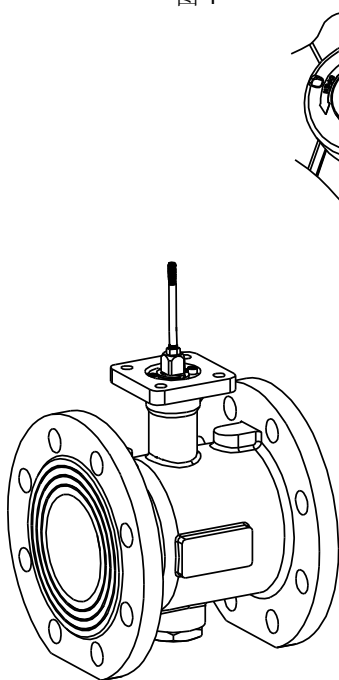

图 4
(2) 如图 4, 将螺杆旋入阀杆, 用扳手把螺母上紧, 防止螺杆松动。